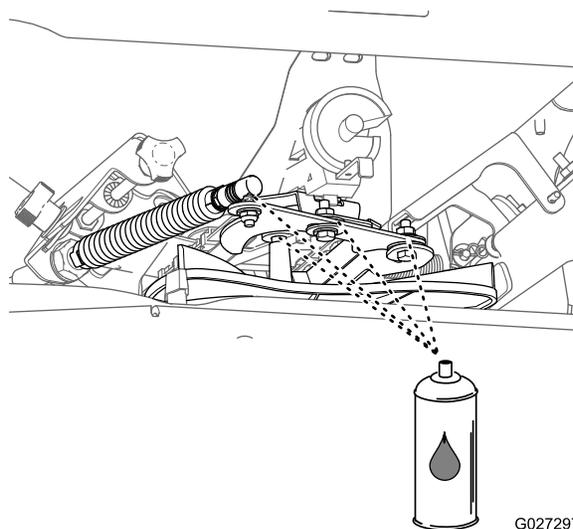

Figura 38
6. Aplique un lubricante hidrófugo a los componentes según se muestra en Figura 38.